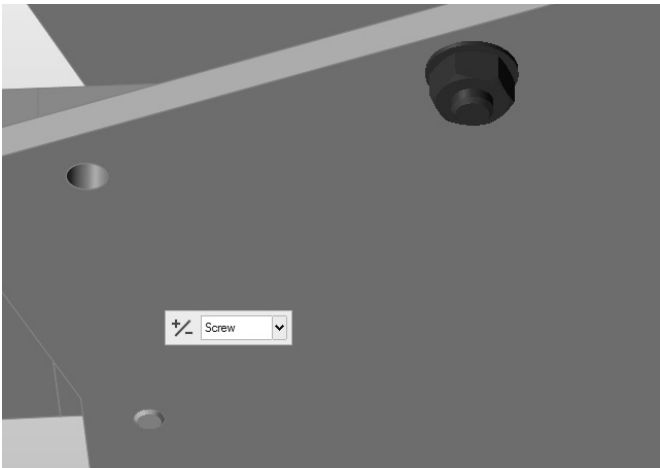

图 11-14
7) 刚才创建的螺栓下端没有螺母，但是和螺母配套的螺栓下面有螺母，如图 11-14 所示。